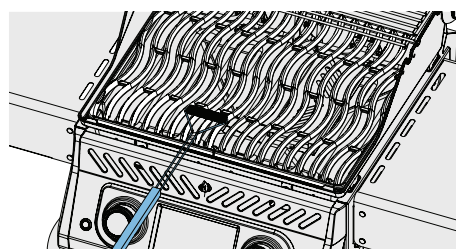

Fig. 4
- Le griglie di cottura in acciaio inossidabile possono essere pulite preriscaldando la griglia e utilizzando una spazzola metallica per rimuovere i residui. (Fig. 4)